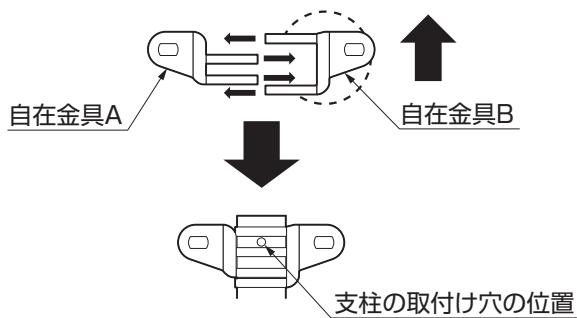
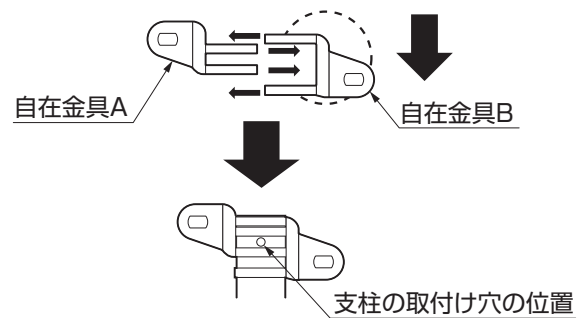

図6-3 傾斜が12.5°～16.5°の場合
図6-4 傾斜が16.5°～の場合
- 自在金具の組合わせ方は図6-3、図6-4を参照してください。